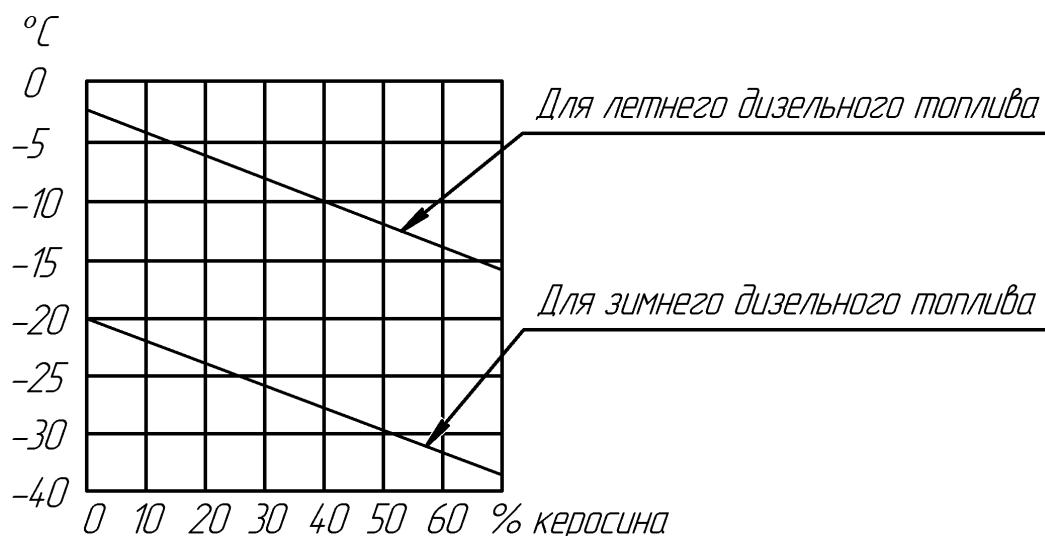

Рис. 12- Содержание керосина в смеси с дизельным топливом в зависимости от температуры окружающего воздуха
- 12.2. Надежная работа подогревателя зависит от марки применяемого топлива. Марка топлива выбирается в соответствие с ГОСТ 305-82 в зависимости от температуры окружающей среды (см. таблицу 5). Допускается применять смеси дизельного топлива и керосина в соответствии с рис.12.